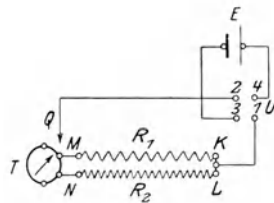

Fig. 174.
b) Stelle nach dem Schaltbilde (Fig. 174) den Stromkreis her. Verbinde die Klemmen  $K$  und  $L$  der Widerstandspulen  $R_1$  und  $R_2$  mit der Klemme 1 des Stromwenders  $U$  und die beiden andern Spulenklemmen  $M$  und  $N$  mit den vier Windungen der Tangentenbussole  $T$ . Verbinde ferner die Klemmen 3 und 4 des Wenders  $U$  mit den Polen der Batterie und die Klemme 2 des Wenders mit einem Draht, dessen freies Ende mit  $Q$  bezeichnet ist.